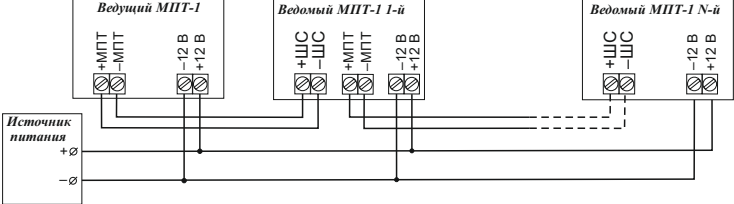

Рисунок 4
- **±МПТ** – используется для подключения ведомых модулей, задействовав в них клеммы **±ШС** (Рисунок 4). Ведущий и ведомые модули должны иметь общий провод питания 12 В. Расстояние между модулями не более 50 м. Ведущий модуль включает ведомые модули после того, как получит команду от приемно-контрольного прибора, ИПР или двух безадресных ИП, ЭДУ-ПТ.